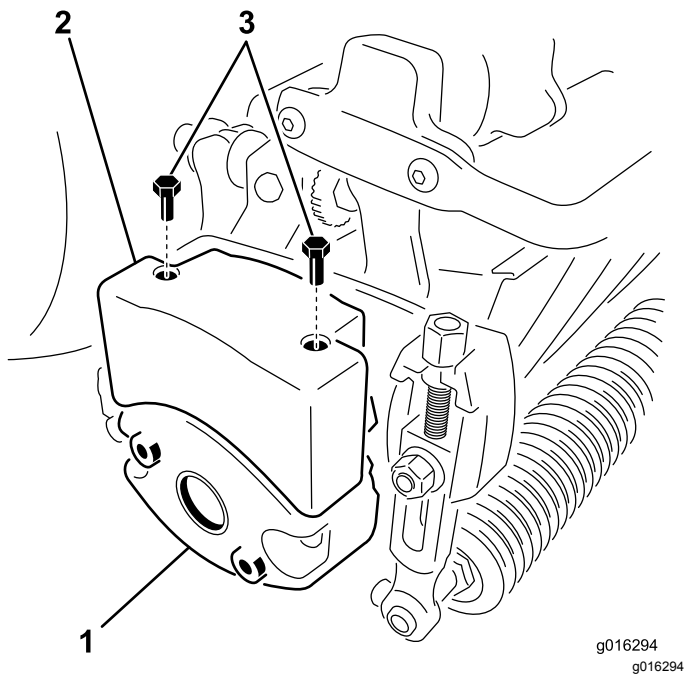

Figura 10
4. Retire los 2 pernos que sujetan el peso al costado de la unidad de corte. (Figura 10)
6. Instale un peso superior en el peso de la unidad de corte usando 2 tornillos de cabeza hexagonal (Figura 10).